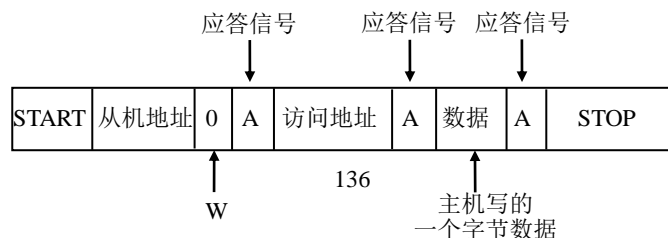

Figure 15-7 主机向从机写数据
如 Figure 15-7 所示，主机要向从机写 1 个字节数据时，主机首先产生 START 信号，然后紧跟着发送一个从机地址，这个地址共有 7 位，紧接着的第 8 位是数据方向位 (R/W)，0 表示主机发送数据 (写)，1 表示主机接收数据 (读)，这时候主机等待从机的应答信号 (A)，当主机收到应答信号时，发送要访问的地址，继续等待从机的应答信号，当主机收到应答信号时，发送 1 个字节的数据，继续等待从机的应答信号，当主机收到应答信号时，产生停止信号，结束传送过程。
如 Figure 15-7 所示，主机要从从机读 1 个字节数据时，主机首先产生 START 信号，然后紧跟着发送一个从机地址，注意此时该地址的第 8 位为 0，表明是向从机写命令，这时候主机等待从机的应答信号 (A)，当主机收到应答信号时，发送要访问的地址，继续等待从机的应答信号，当主机收到应答信号后，主机要改变通信模式（主机将由发送变为接收，从机将由接收变为发送）所以主机发送重新开始信号，然后紧跟着发送一个从机地址，注意此时该地址的第 8 位为 1，表明将主机设置成接收模式开始读取数据，这时候主机等待从机的应答信号，当主机收到应答信号时，就可以接收 1 个字节的的数据，当接收完成后，主机发送非应答信号，表示不在接收数据，主机进而产生停止信号，结束传送过程。